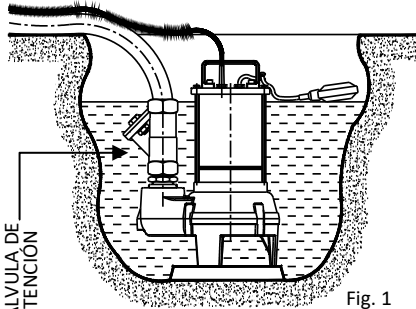

Fig. 1
- Si el fondo del pozo o de la superficie sobre la que apoya la bomba es irregular, y existe la posibilidad de que se acumulen piedrecillas, residuos, lodos, etc., realice una base de apoyo regular y realizada (Fig. 1).
- Instale una válvula de retención después de la impulsión de la bomba, (Fig. 1) para evitar el retorno del líquido del colector de desagüe.